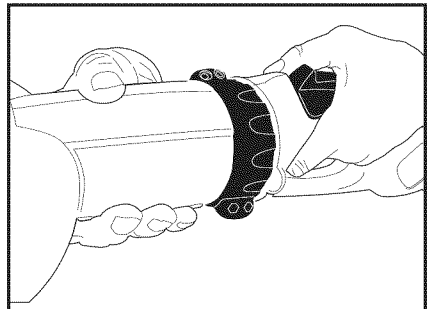

Figura 4
2. Inserte el extremo macho de la interfaz del mango de potencia en el enchufe hembra que está en el extremo del accesorio de la herramienta y verifique que esté asentado firmemente. (ver figura 4).